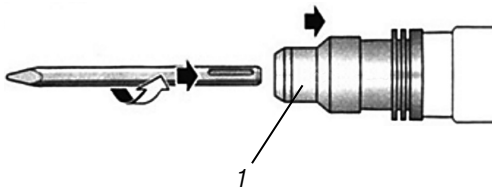

Fig. 2 – Instalación del accesorio
Introduzca el accesorio en el acoplamiento del equipo, tire de la tapa del mandril (1), gire y empuje el accesorio en el acoplamiento hasta que se bloquee automáticamente. Tire del accesorio para asegurarse de que está bloqueado (Fig. 2).
Para extraer el accesorio, tire y sujete la tapa del mandril (1) y tire del accesorio hacia delante (fig. 2). Todos los accesorios deben limpiarse después de su uso.